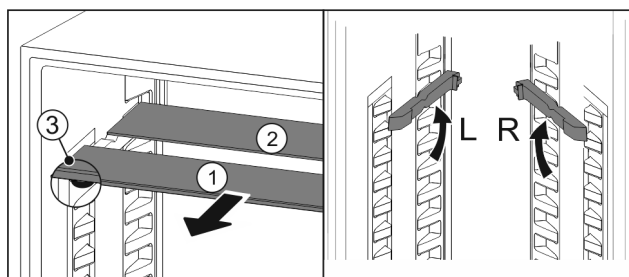

Fig. 17
- ▶ estrarre i ripiani di vetro singolarmente tirando in avanti Fig. 17 (1).
- ▷ Il piano in vetro Fig. 17 (1) con il motivo ornamentale è nella parte anteriore.
- ▷ I fermi Fig. 17 (3) sono rivolti verso il basso.